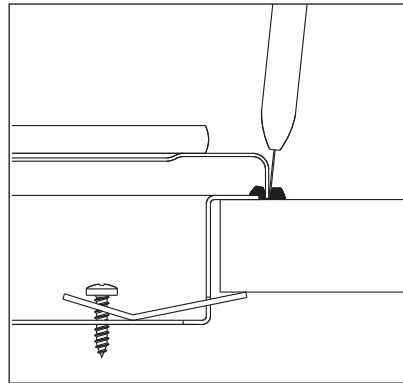

Fig. 14
3. Sujete la base del anafe al mueble mediante las grampas y tornillos provistos (Fig. 14).
14. Despegue y retire la parte sobrante del burlete. Ver fig. 14.